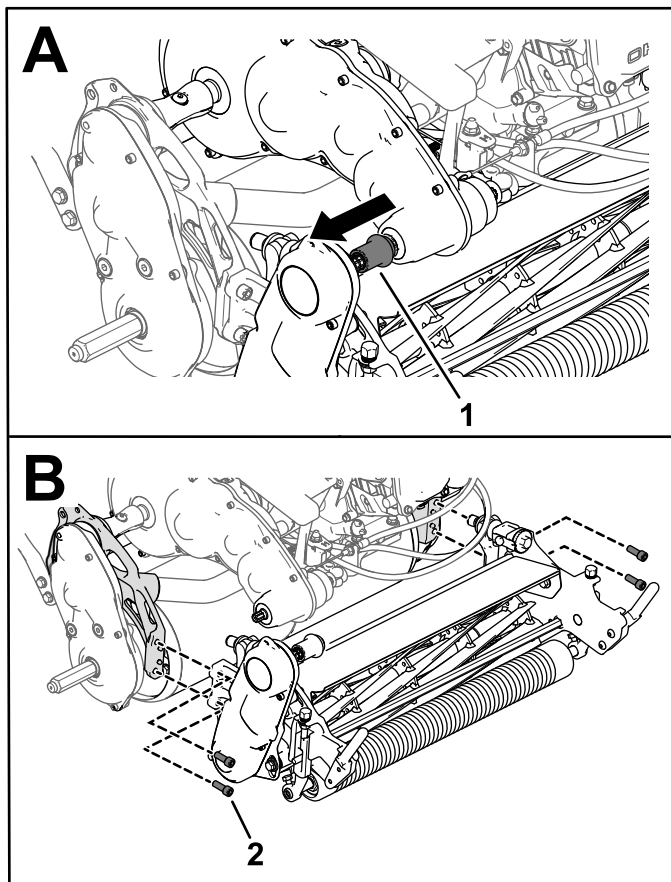

Figura 52
3. Rilasciate scorrere il giunto di azionamento dell'apparato di taglio dall'albero di trasmissione della trasmissione (Figura 52).
4. Rimuovete le viti a esagono incassato che fissano l'apparato di taglio al telaio (Figura 52).